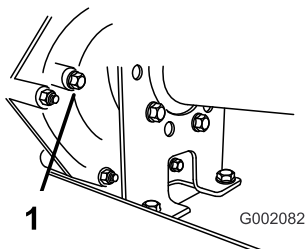

Рисунок 59
2. Выверните болт из отверстия индикации уровня жидкости (Рисунок 59).